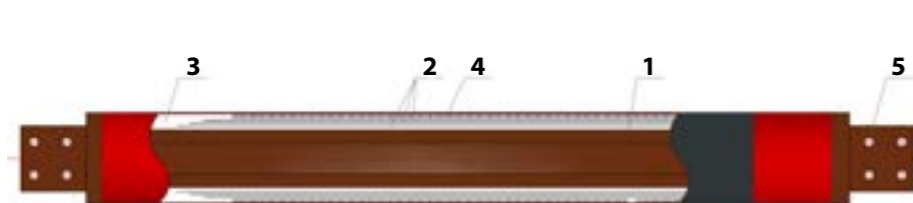

Рисунок 1.
Секция токопровода (рис. 1) состоит из алюминиевой или медной токоведущей шины (1) круглого сечения (труба или пруток), покрытой слоем твердой изоляции различной толщины в зависимости от уровня напряжения (3). Внутри этого слоя находятся полупроводящие слои (2) и заземляющий слой (4). Изоляционный слой токопровода напряжением до 1,2 кВ заземляющего и полупроводящих слоев не содержит. На концах секций расположены контакты (5), в которых предусмотрены отверстия для болтового соединения секций между собой и с электрическим оборудованием.